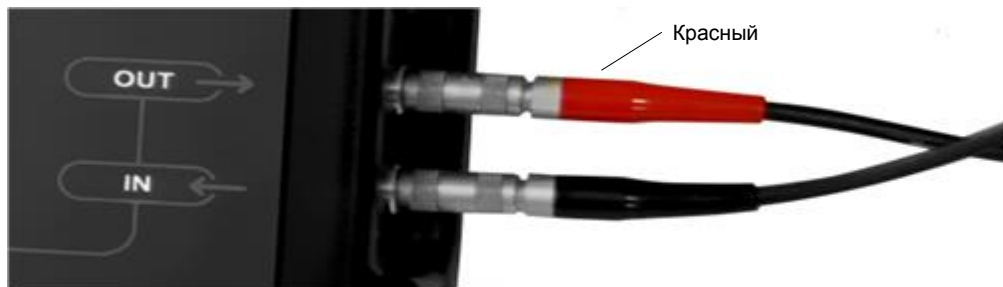

Рисунок 3
– Раздельно-совмещенные (РС) преобразователи (тип D) подключаются с помощью двойного кабеля LEMO-LEMO. Разъем, обозначенный OUT, служит для подключения передающего пьезоэлемента, обозначенный IN – приемного пьезоэлемента. Обычно на РС преобразователях разъем передающего пьезоэлемента обозначен красной точкой, а соответствующий кабель имеет красный хвостовик (рисунок 3).